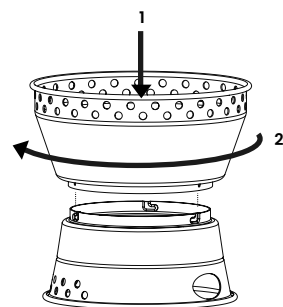

Fig. 2
- Plasser stormkjøkkenets sokkel på et flatt og stabilt underlag av ikke-brennbar materiale. Før taggene på vindskjermens kanter inn i L-sporene og roter vindskjermen inntil den er låst (fig. 2).